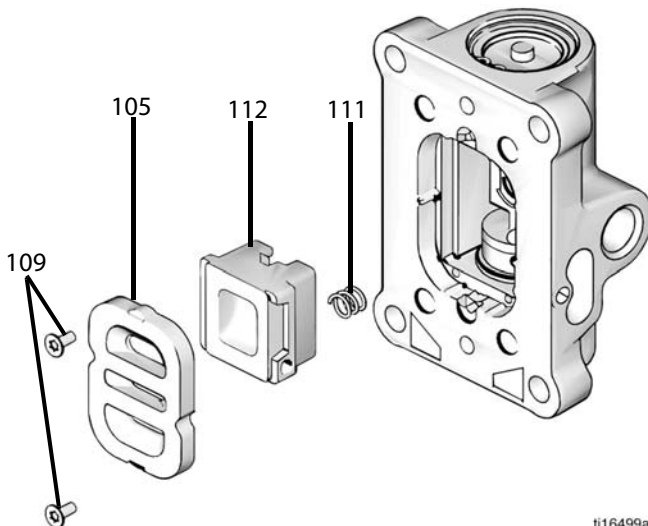

Рис. 4
2. Используя 2 мм шестигранный ключ (5/64 дюйма), удалите два винта (109) (Рис. 4).
3. Снимите пластину (105), уплотнение (112) и пружину (111) клапана (Рис. 4).